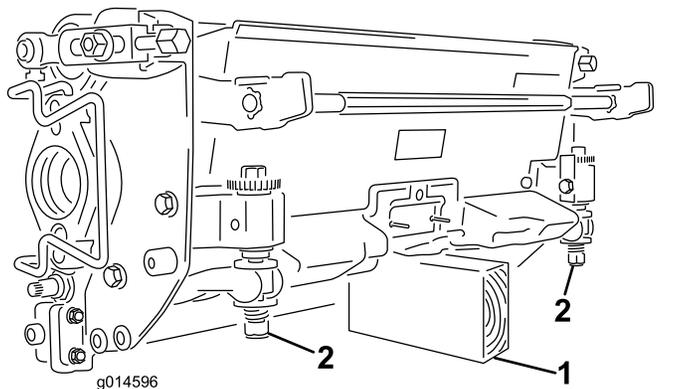

Рисунок 44
**Внимание:** Если необходимо наклонить режущий блок, подложите опору под заднюю часть режущего блока, чтобы гайки регулировочных винтов неподвижного ножа не упирались в рабочую поверхность (Рисунок 44).